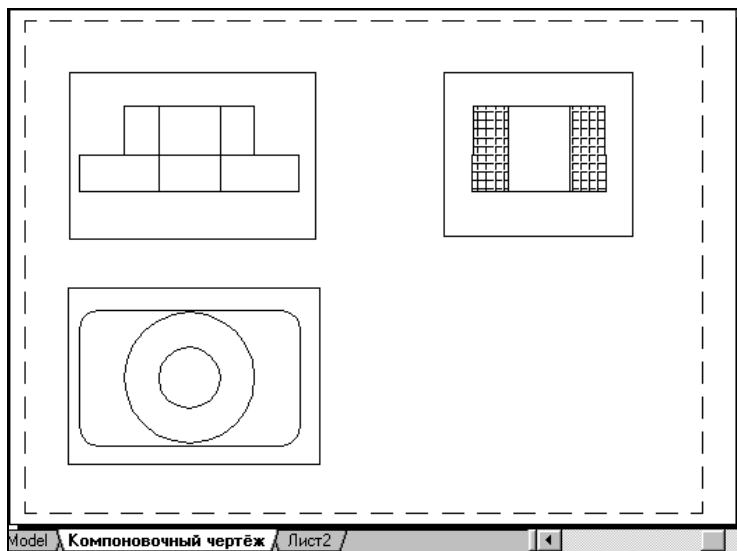

Рис. 8.6. Компоновочный чертеж после выполнения команды **SOLDRAW**
3. Штрихование сечения происходит штриховкой по умолчанию, и потому ее следует отредактировать в пространстве модели (рис. 8.6), войдя в видовой экран. Для этого необходимо: